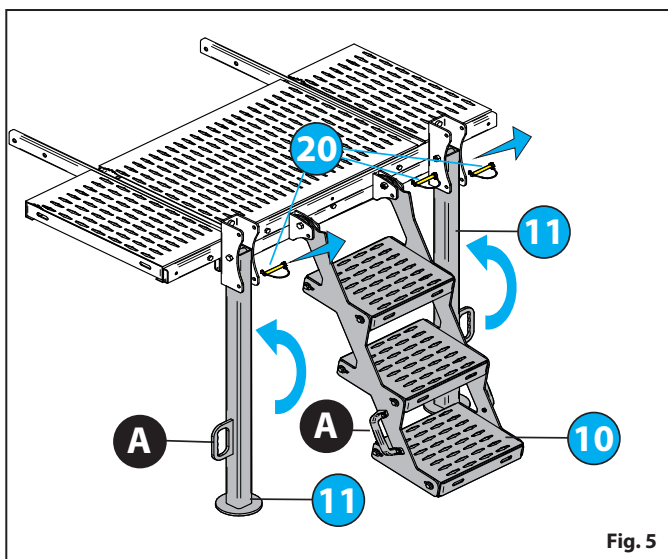

Fig. 5
- W celu uniesienia podpór spoczynkowych TYLNYCH **11** i pomostu ładunkowego **10**, należy wyciągnąć sworznie **20**, a za pomocą rączek **A** obrócić podpory spoczynkowe **11** i pomost ładunkowy **10** «Fig. 5» .